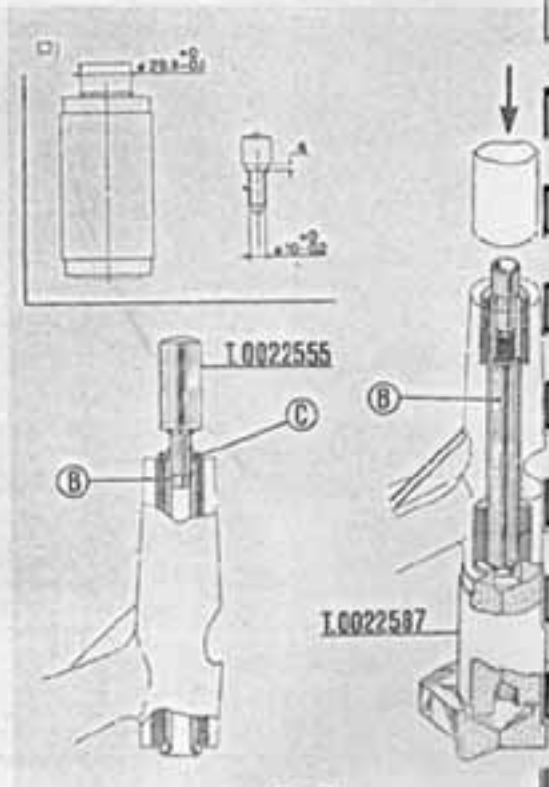

Fig. 61
3.a Operazione (Fig. 61): Montare i distar « C » cianfrinare il tubo « B » alle due estremità.
N. B. - Se con la cianfrinatura finale del tubo (part. 3) le estremità cianfrinate non distano in un'adeguata misura dalla corrispondente estremità della traversa, è necessario intervenire agendo (con una pressa a mano ved. fig. 61) sul tubo « B » fino a riportare le estremità alla sporgenza corretta.